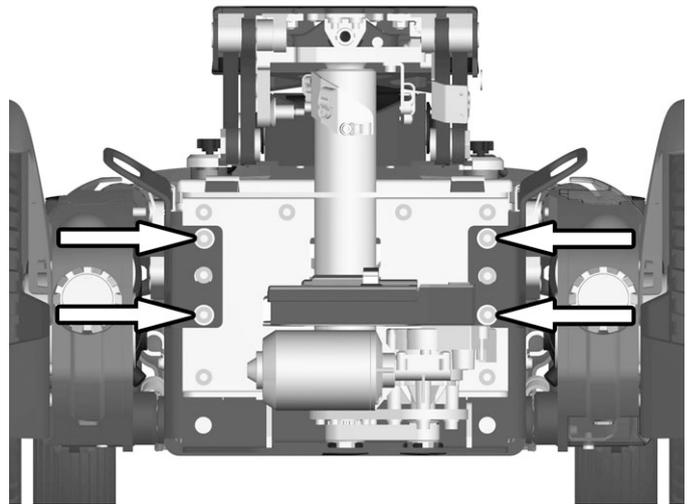

Abbildung 74. Die vorderen Transportösen sind mit je zwei Schrauben befestigt.
10. Die vorderen Transportösen abmontieren. Sind mit je zwei Schrauben befestigt. Siehe Abbildung. 74.